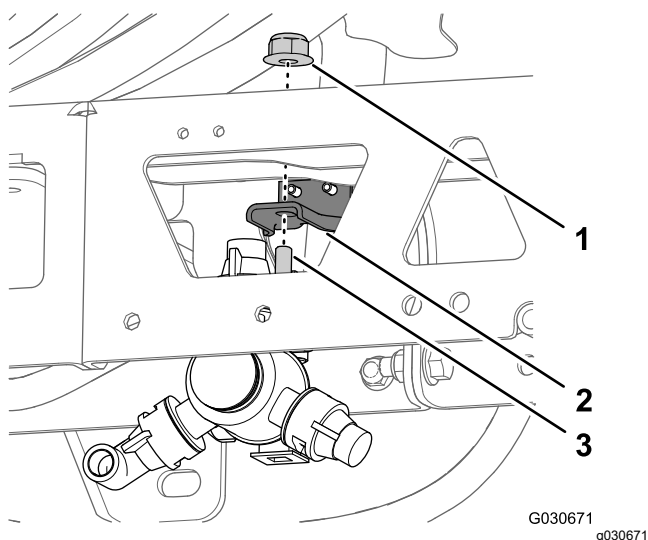

Рисунок 51
1. В средней секции опрыскивателя выверните фланцевую контргайку, которая крепит распылительное сопло к креплению сопла (Рисунок 50 и Рисунок 51).
3. Снимите сопло со средней секции опрыскивателя (Рисунок 50 и Рисунок 51).